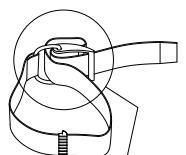

Рис. 2-4
1. Вращайте пряжку, пока она не защелкнется в открытом положении. Сдвиньте ремень вокруг пластиковой пряжки, как показано на рисунке (рис. 2-4), смочите ремень, прежде чем зажать его на резервуаре, и отрегулируйте длину (рис. 2-7).